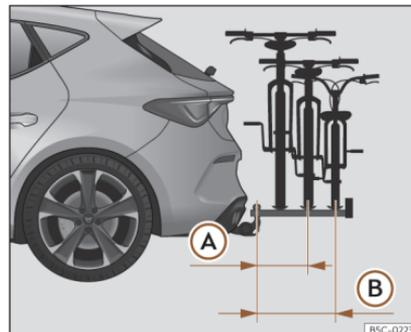

Abb. 197 Schematische Darstellung des maximalen Überstands der Ladung in einem Fahrradträger für zwei oder drei Fahrräder.
Der maximale Überstand darf bei Fahrradträgern für zwei Fahrräder 500 mm von der Mitte des Kugelkopfes bis zur Mitte der Schiene des letzten Trägers nicht überschreiten >>> (Abb. 197) (A). Bei Fahrradträgern für drei Fahrräder dürfen 700 mm >>> (Abb. 197) nicht überschritten werden (B).